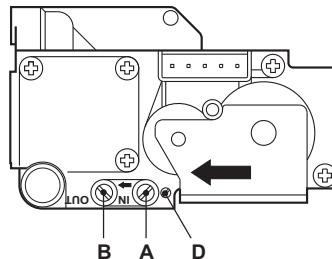

fig. 10 - Valvă de gaz
- Racordați un manometru adecvat la priza de presiune "B" fig. 10 poziționată în aval de valva de gaz.
- Reglăți presiunea minimă cu ajutorul șurubului "D" fig. 10, în sens orar pentru a o micșora, și în sens antiorar pentru a o mări.